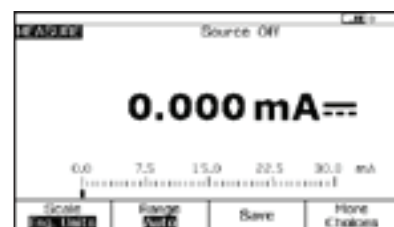

Figura 2.
3. Una vez realizadas las conexiones, y empezando por el estado de encendido del DCP (o pantalla de medición), seleccione el botón "mA" para medir miliamperios (Figura 2).